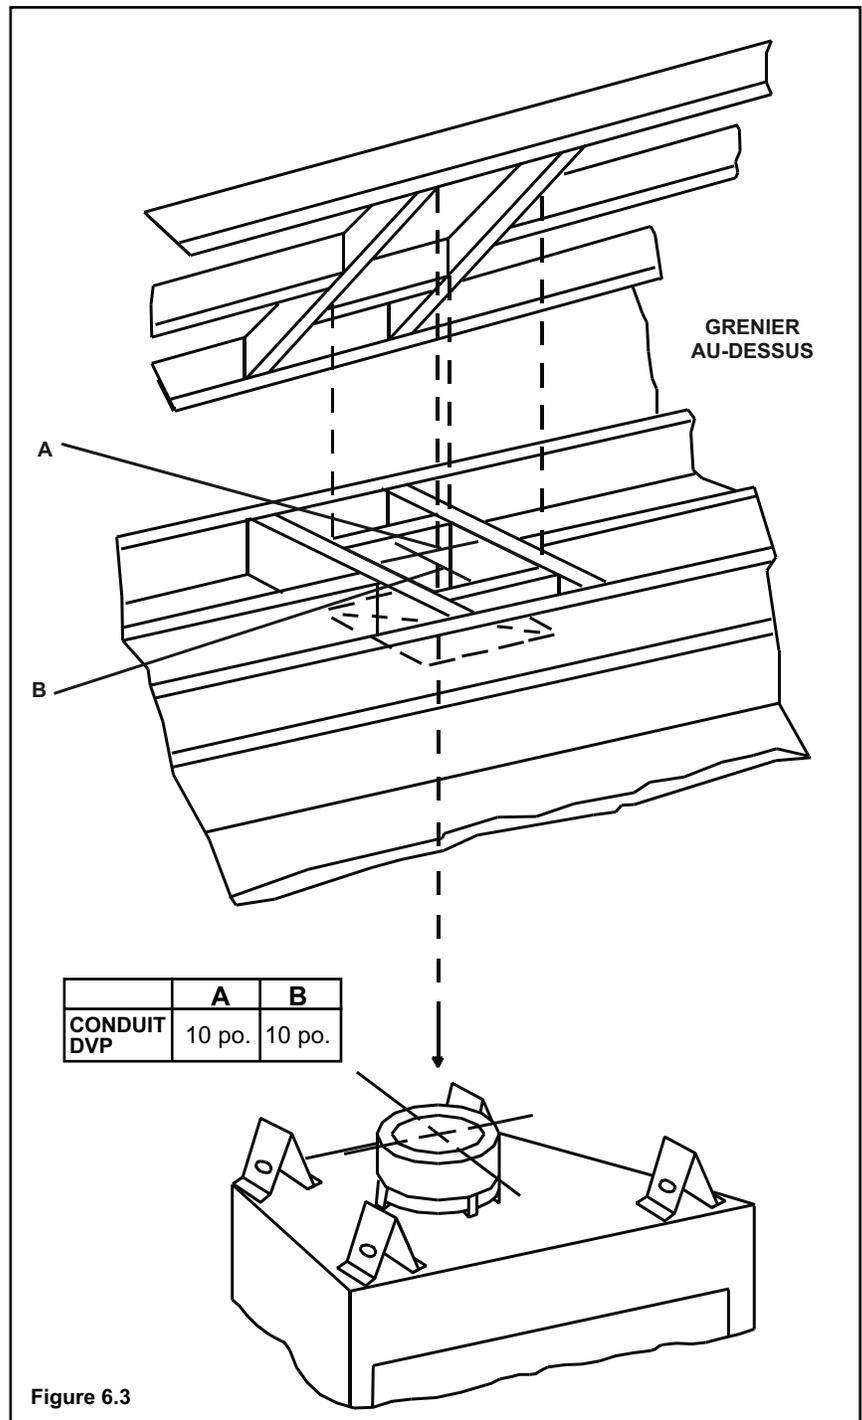

Figure 6.3
- Construire un coffrage ayant une ouverture de 10 pouces (25,40 cm) par 10 pouces à l'endroit où le système d'évacuation traverse le plafond/plancher (voir figure 6.3).